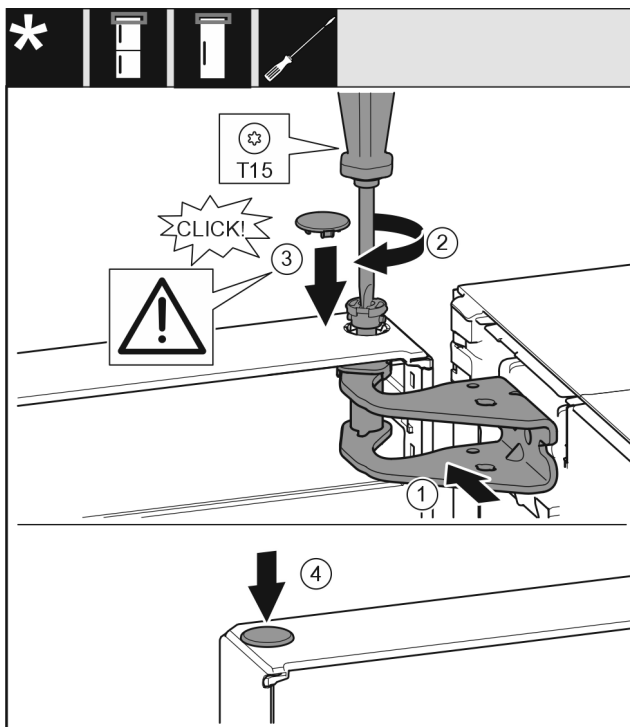

Fig. 20
- ▶ Igazítsa be az ajtót felül a csapágybak nyílásához Fig. 20 (1)
- ▶ Helyezze be a csapszeget Fig. 20 (2), és húzza meg csavarhúzóval.
- ▶ Szerelje fel az ajtót biztosító biztonsági fedelet Fig. 20 (3): Helyezze fel a biztonsági fedelet, és ellenőrizze, hogy felfekszik-e az ajtóra. Egyébként a csapszeget teljesen helyezze be.
- ▶ Helyezze be a dugót Fig. 20 (4).